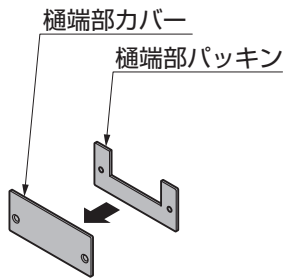

図2-7
- ① 樋端部カバーの内側面に樋端部パッキンを貼付けてください。(図2-7参照)